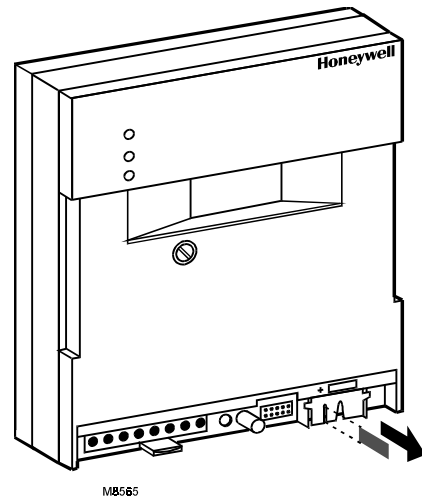

Fig. 15. A la mise en service du module, retirer la patte de transport de la batterie.
- ❶ Lorsque le module sort de l'usine, il y a une patte de transport entre la borne positive (+) de la batterie et la borne du module. Lors de la mise en service du module, retirer la patte de transport. **(Vérifier les repères de polarité du boîtier et de la batterie et inverser si nécessaire).** Voir Fig. 15.